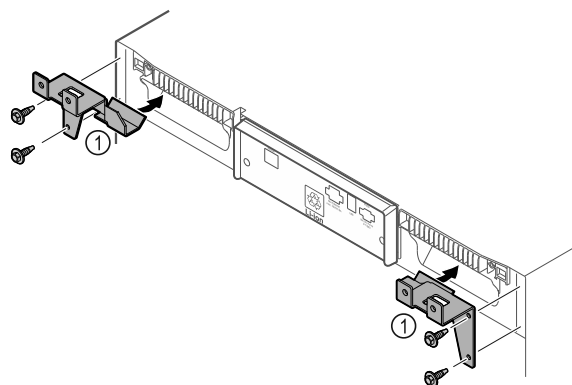

Fig. 66
- ▶ Смонтируйте на устройстве удерживающие элементы Fig. 66 (1), используя самонарезающие винты.